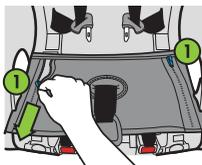
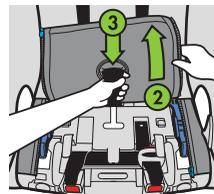

Figure 22a
Figure 22b
Si votre siège est équipé d'un attrape-miettes, comme le montre la **Figure 22a**, décompressez chaque fermeture éclair (1), puis soulevez l'attrape-miettes (2), en tirant la sangle d'entrejambe hors de l'attrape-miettes (3) comme l'indique la **Figure 22b**.